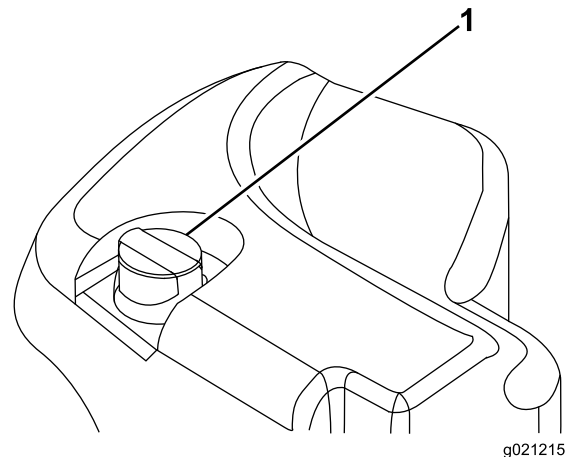

Figura 31
2. Limpe a zona em redor do tubo de enchimento e da tampa do depósito hidráulico (Figura 31).